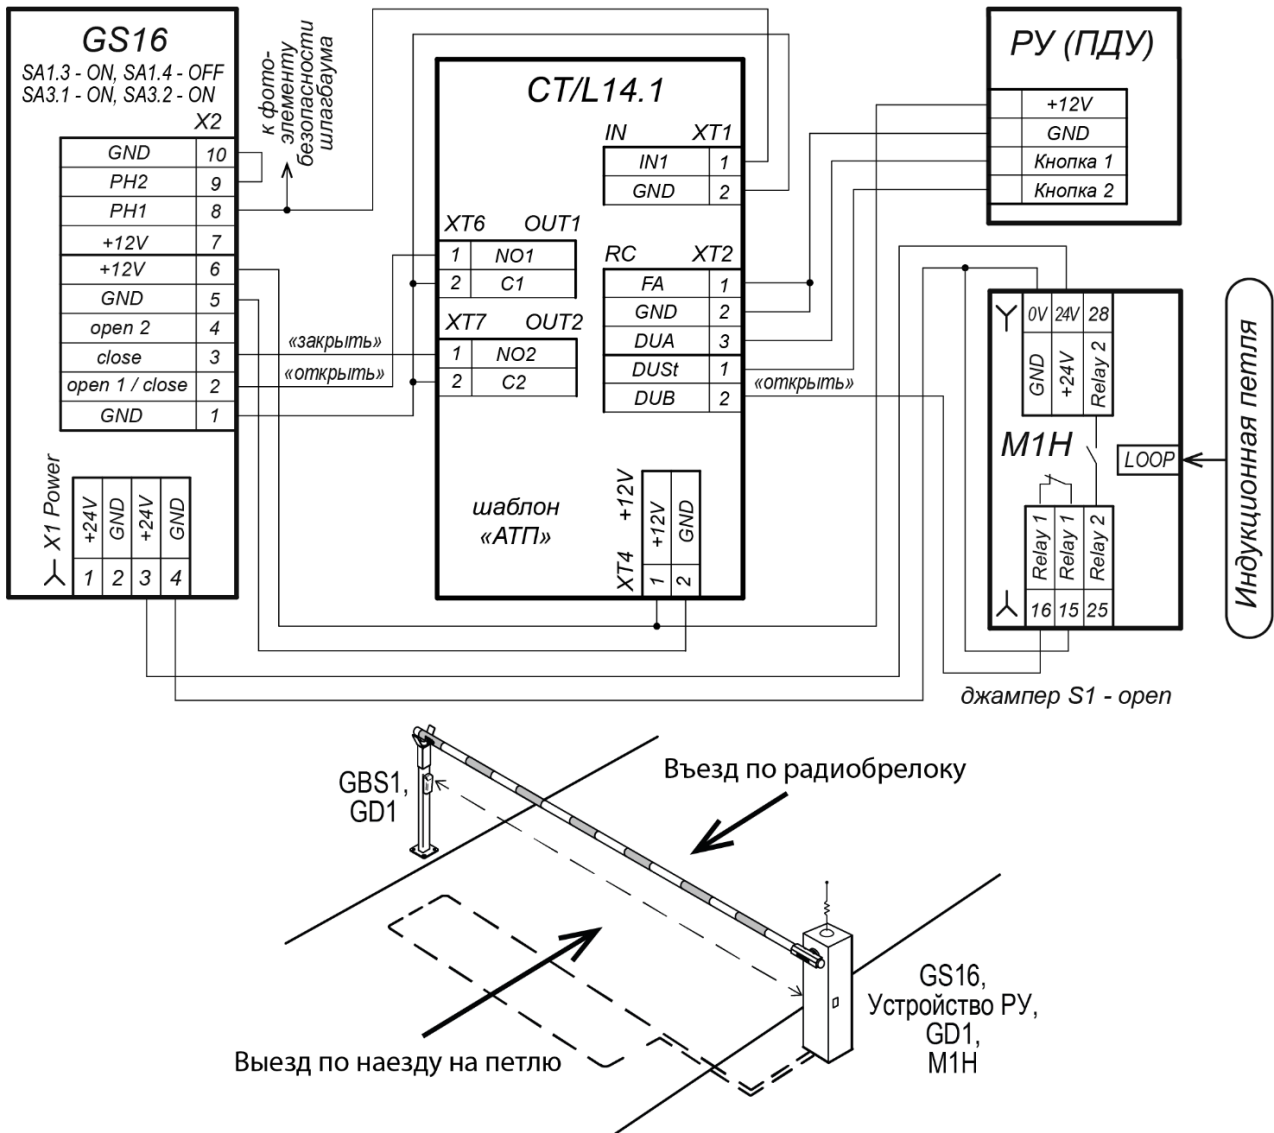

Рисунок 19. Вариант схемы подключения датчика индукционной петли для управления шлагбаумом с двусторонним проездом
Приемник фотоэлемента подключается к плате управления шлагбаума (см. рис. 19). Алгоритм работы и параметры сигналов – см. в разд. 5.4.2.
6. Произведите подключение в соответствии со схемой, см. рис. 19.
Устройство радиуправления устанавливается с помощью винтов или двустороннего скотча внутри стойки шлагбаума на свободном кронштейне (10) так, чтобы его антенна находилась напротив окна (11). Также его можно установить на монтажной панели (7), при этом антенну устройства, чтобы улучшить дальность работы, рекомендуется вынести коаксиальным кабелем к свободному окну (11). Выходы устройства РУ подключаются к плате управления в соответствии со схемой на рис. 19.
По умолчанию на разъеме **XP1 MODE** нет джампера №2 – включен режим управления двусторонним проездом (см. разд. 5.4.3). В этом режиме подключение светофоров производится к контактной колодке **X3.3** в соответствии со схемой на рис. 19: линии управления красными сигналами подключаются к нормально-закрытым выходам реле (**NC-C**), зелеными – к нормально-открытым (**NO-C**). Светофор **TL1** устанавливается со стороны проезда, управляемого сигналом на входе **open1 / close**, светофор **TL2** – со стороны проезда, управляемого сигналом на входе **open 2**.
На плате управления предусмотрено подключение освещения зоны проезда (по умолчанию в постоянном режиме при поданном на шлагбаум питании). Подключение производится к контактам **LIGHT** контактной колодки **X2.3** в соответствии со схемой подключения (см. рис. 19). На данный разъем можно подключить только нагрузку 12В не более 2А, в противном случае необходимо использовать промежуточное реле.
Для этой цели необходимо между шлагбаумами проложить кабель шины синхронизации и подключить его в соответствии со схемой (см. рис. 19). Затем при помощи DIP-переключателей **SA1.1** и **SA1.2** один из шлагбаумов настраивается как «ведущий», другой – как «ведомый» (см. разд. 8.10, п. 1). При этом сигналы управления должны подключаться на ведущий шлагбаум (на ведомом шлагбауме все управляющие сигналы будут игнорироваться).